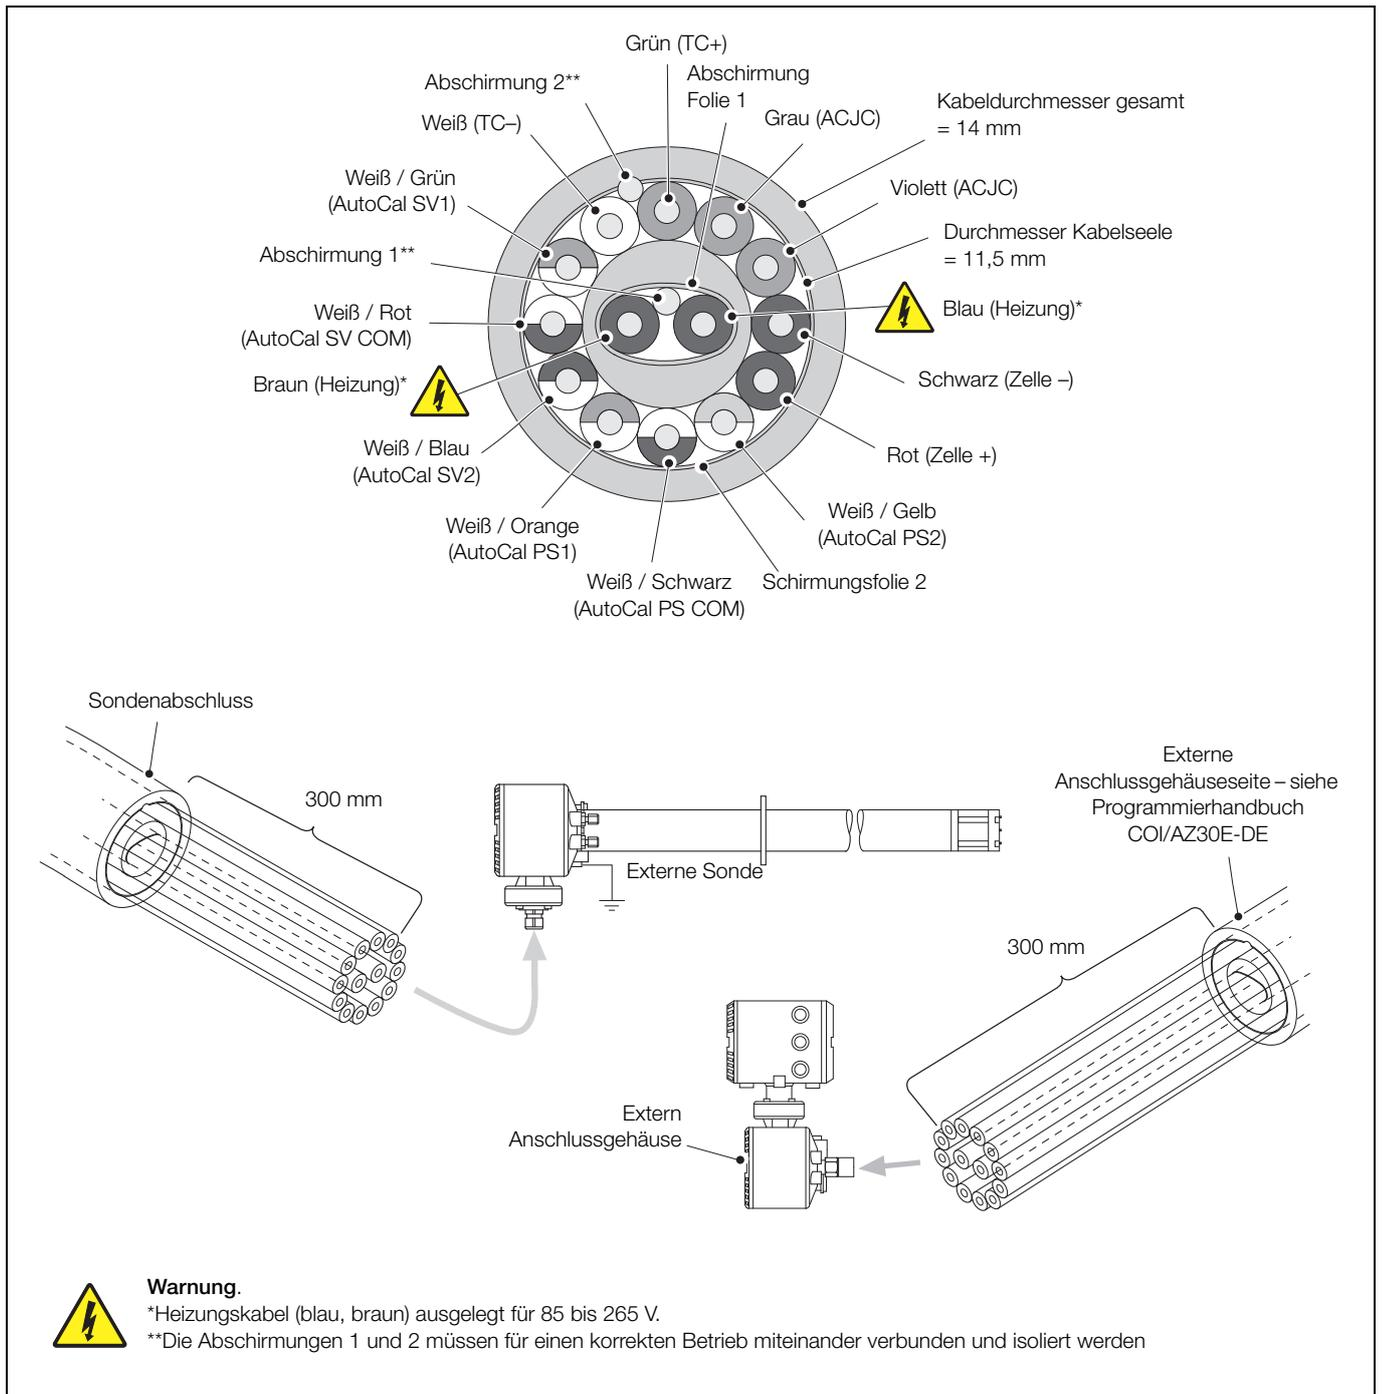

Abb. 5.3 Vorbereiten des ABB-Sondenkabels
- Die M25- (oder $\frac{3}{4}$ Zoll NPT) Schottverschraubung muss für die Verwendung mit dem „speziellen“ 16-adrigen Kabel von ABB geeignet sein (falls mit dem AZ30-System bestellt) oder muss bei alternativen Kabeln unseren Spezifikationen entsprechen – siehe Abb. 5.3, Seite 25.
Beachten Sie Abb. 5.3 auf Seite 25: